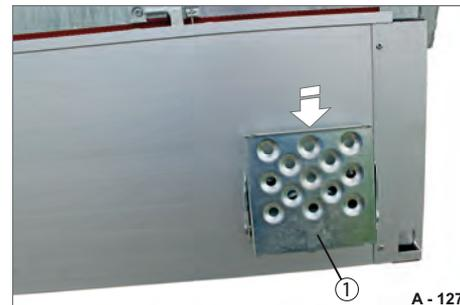

Abb. 183 Klapptritt, zugeklappt
- ▶ Trittstufe (Abb. 183/1) nach oben klappen und nach unten schieben. Trittstufe arretiert sich in senkrechter Stellung.